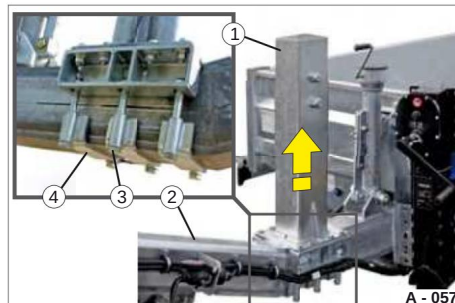

Fig. 61 Smontaggio del supporto
(Fig. 61/3) sul timone
(Fig. 61/2) - tenere saldamente il morsetto
(Fig. 61/4).
• Sollevare il supporto (Fig. 61/1) dal timone.